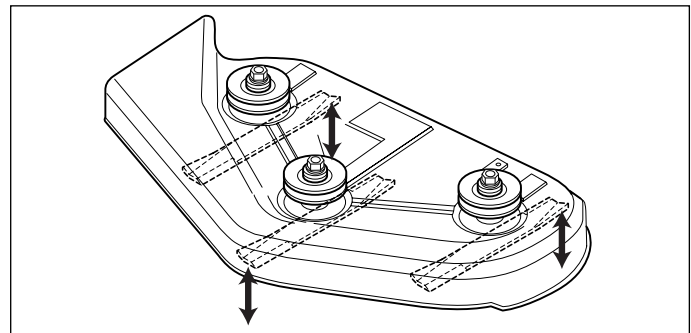

Figure 30. Orientez les lames d'avant à arrière
6. Disposez les lames pour qu'elles soient orientées vers l'avant et vers l'arrière (Figure 30).